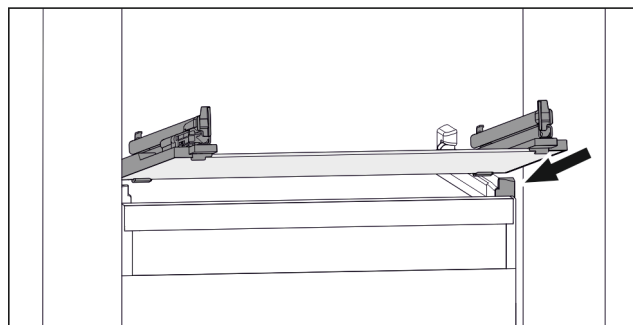

Fig. 125 玻璃隔板例图
- ▶ 将玻璃隔板斜放在止动器后面。(参见 Fig. 125)